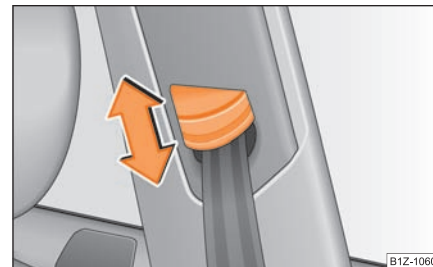

Fig. 174 Scaun față: Reglarea pe înălțime a centurii
- Împingeți dispozitivul în poziția dorită în sus sau în jos ⇒ fig. 174. ►